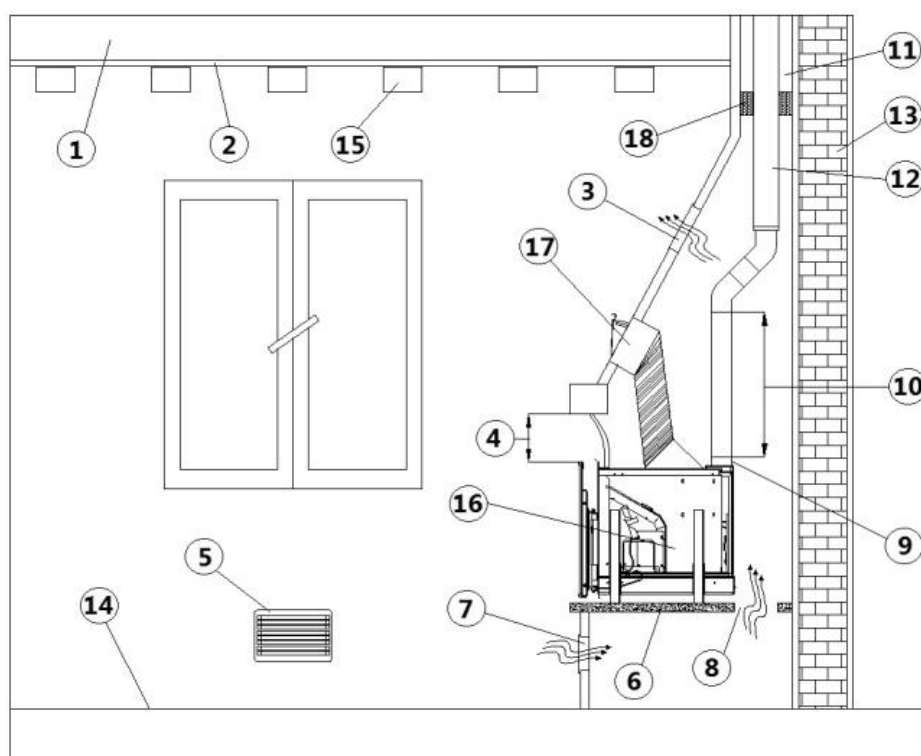

Fig. 32 - Installation sur la cheminée existante
*Vérifier que la sortie de l'air chaude supérieure ne soit pas étranglée selon **Fig. 32**.*
LÉGENDE Fig. 32
LÉGENDE **Fig. 32**